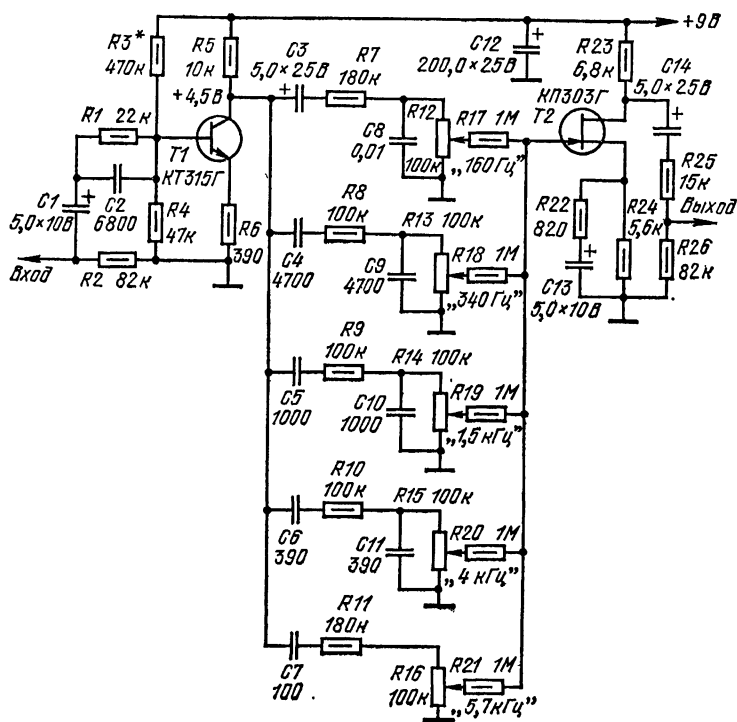

Рис. 36
**Многоканальный регулятор тембра.** Современные высококачественные усилители НЧ часто имеют не два, а значительно больше каналов регулирования тембра (у некоторых до 10 каналов). В любительском усилителе вполне можно обойтись и более простым пятиканальным регулятором тембра. Вариант схемы такого регулятора изображен на рис. 36. Регулирование тембра происходит путем изменения уровня сигнала на выходах пяти полосовых фильтров, настроенных на частоты 160 Гц, 340 Гц, 1,5 кГц, 4 кГц и 5,7 кГц. Входной сигнал усиливается первой ступенью на транзисторе *T1* и далее через полосовые фильтры поступает на вход второй ступени на полевом транзисторе *T2* по схеме с разделенной нагрузкой. Уровень на средней частоте каждого из полосовых фильтров может изменяться на  $\pm 16$  дБ относительно среднего значения. Из-за больших потерь в полосовых фильтрах коэффициент усиления регулятора не превышает пяти.